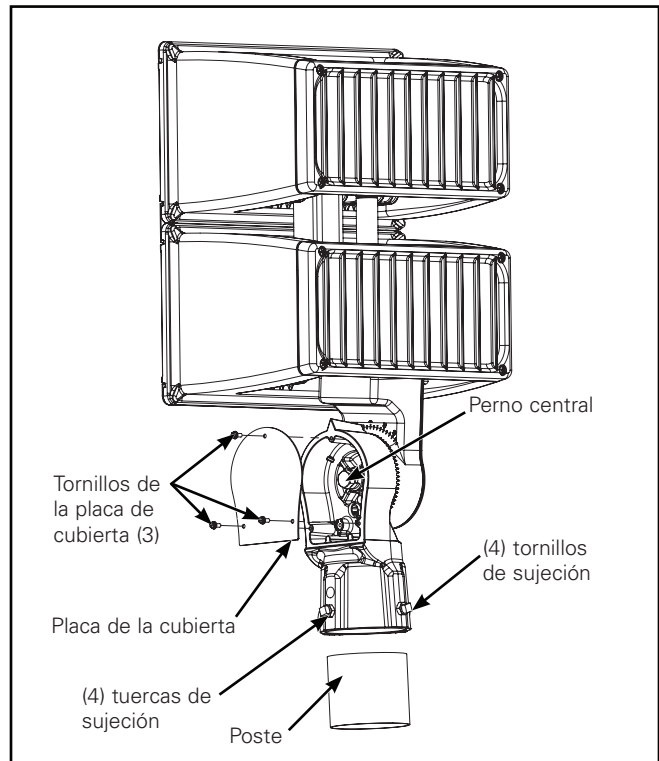
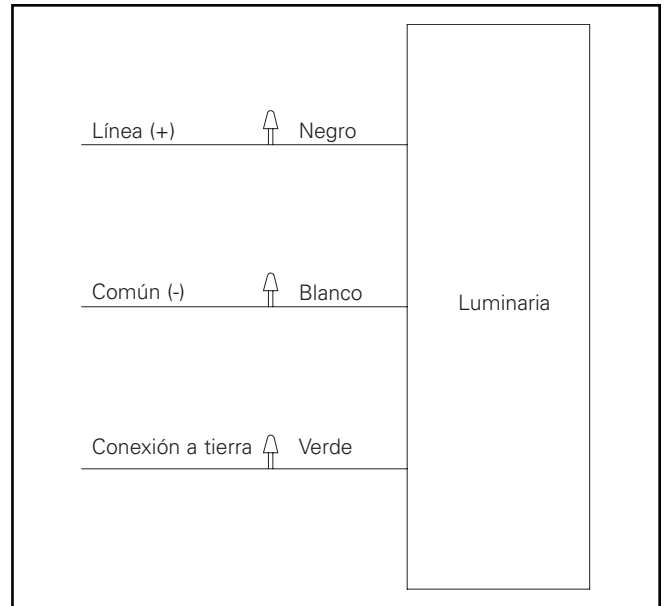

Figura 2.
Figura 4.
5. Consulte los diagramas de cableado para las conexiones de alimentación. (Figura 4.)
### Montaje sobre adaptador deslizante (Figura 2.)
2. Retire los (3) tornillos de la placa de cubierta y la placa de cubierta usando el destornillador Phillips n.º 2. (Figura 2.)
5. Realice las conexiones de cableado según el diagrama e instale las conexiones en el poste o en el soporte de montaje. (Figura 4.)
6. Afloje los (4) tornillos de sujeción y deslice el adaptador deslizante sobre el poste o el soporte de montaje.
7. Coloque la luminaria en el ángulo deseado y ajuste los (4) tornillos de sujeción hasta 10 pie-lb. (Figura 2.)
8. Ajuste las tuercas de sujeción hasta 15 pie-lb. (Figura 2.)
4. Consulte los diagramas de cableado para las conexiones de alimentación. (Figura 4.)